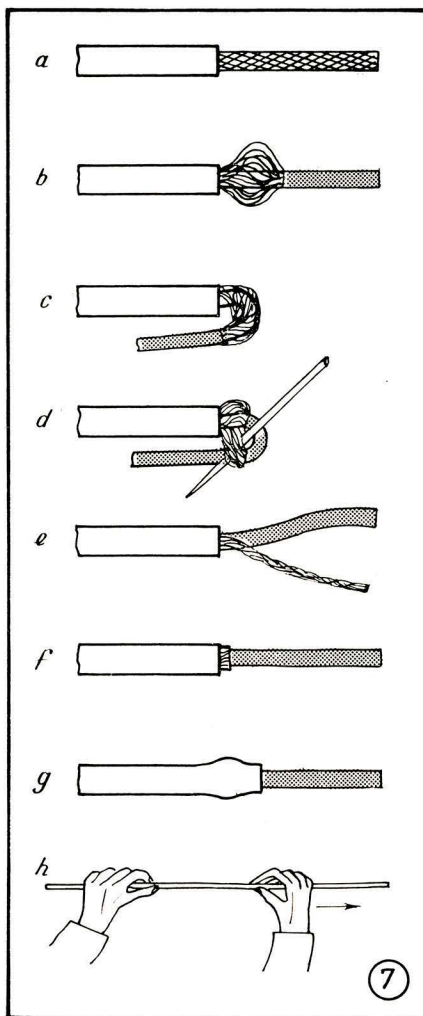

Fig. 7. — Comment dénuder un fil blindé.
1. Coupez l'isolant extérieur sur la longueur voulue avec un canif (fig. 7 a) ;
2. Repoussez le blindage (fig. 7 b) ;
3. Pliez le fil à 180°, le sommet du pliage étant à peu près à l'endroit jusqu'auquel le blindage doit être enlevé (fig. 7 c) ;
4. Ecartez les mailles du blindage et extrayez le fil central à l'aide d'une pointe (fig. 7 d) par l'ouverture ainsi dégagée ;
5. Torsadez les fils du blindage (fig. 7 e) ;
6. Si le blindage doit être libre à l'extrémité considérée du blindé, coupez la torsade à ras de l'isolant extérieur (fig. 7 f). Dans le cas contraire, amenez-le à la longueur voulue pour souder ;
7. Pour obtenir une présentation propre à l'endroit où le blindage est coupé ou détressé, faites avancer la gaine plastique à l'extérieur du fil de façon qu'elle recouvre l'endroit considéré (fig. 7 g).
Cet avancement de l'isolant est obtenu en allongeant la gaine plastique, ce qui sera fait en maintenant d'une main le fil à une extrémité et en lissant l'isolant vers l'extrémité dénudée de l'autre (fig. 7 h).